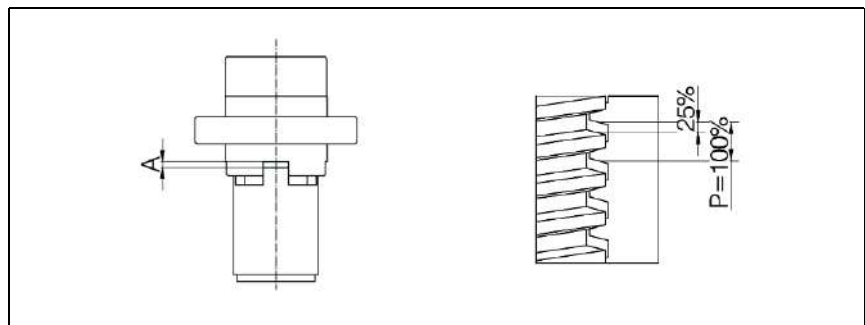

图 20: 安全限制螺母 SIFA: 检查磨损度时用作比对的尺寸“ A ”
4. 如果有安全螺母SIFA。测量并记录尺寸“A”（见图20）。在新的状况下，该尺寸可作为后续操作中的比较尺寸，对于以后评估磨损是必不可少的（请参见第7.1.1章）。
- 3. . 如果安装了安全螺母 SIFA：按图 20（右手侧图）检查磨损情况。